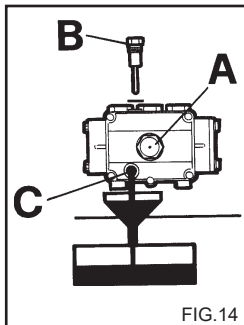

FIG.14
- 2) Открутите пробку с щупом (Рис. 14).